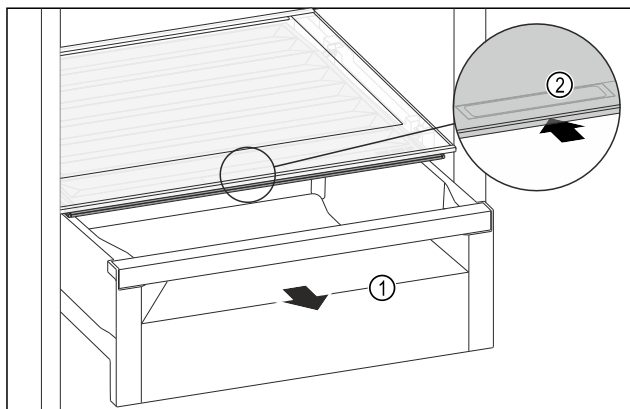

Fig. 176
- Izvucite ladicu Fig. 176 (1).
- Primite ručku Fig. 176 (2) na poklopcu pretinca i istodobno povucite poklopac pretinca prema natrag.